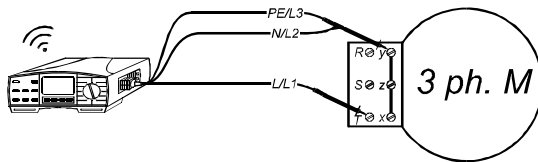

Fig. 16. Tilslutning med testkabler
- ◆ **Tilslut testkabler** til objektet iht. fig. 16 eller 17 (Tryk på **HELP** knap for information om basistilslutning).